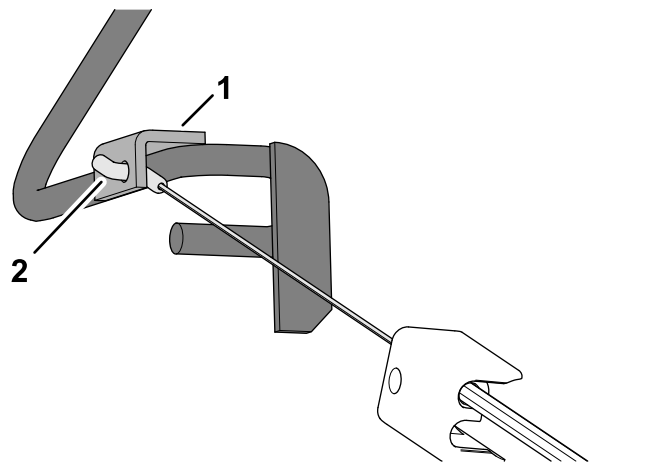

図 11
3. 図 11のように、オペレーターベイルのブラケットの穴にケーブルフィッティングを挿入する。